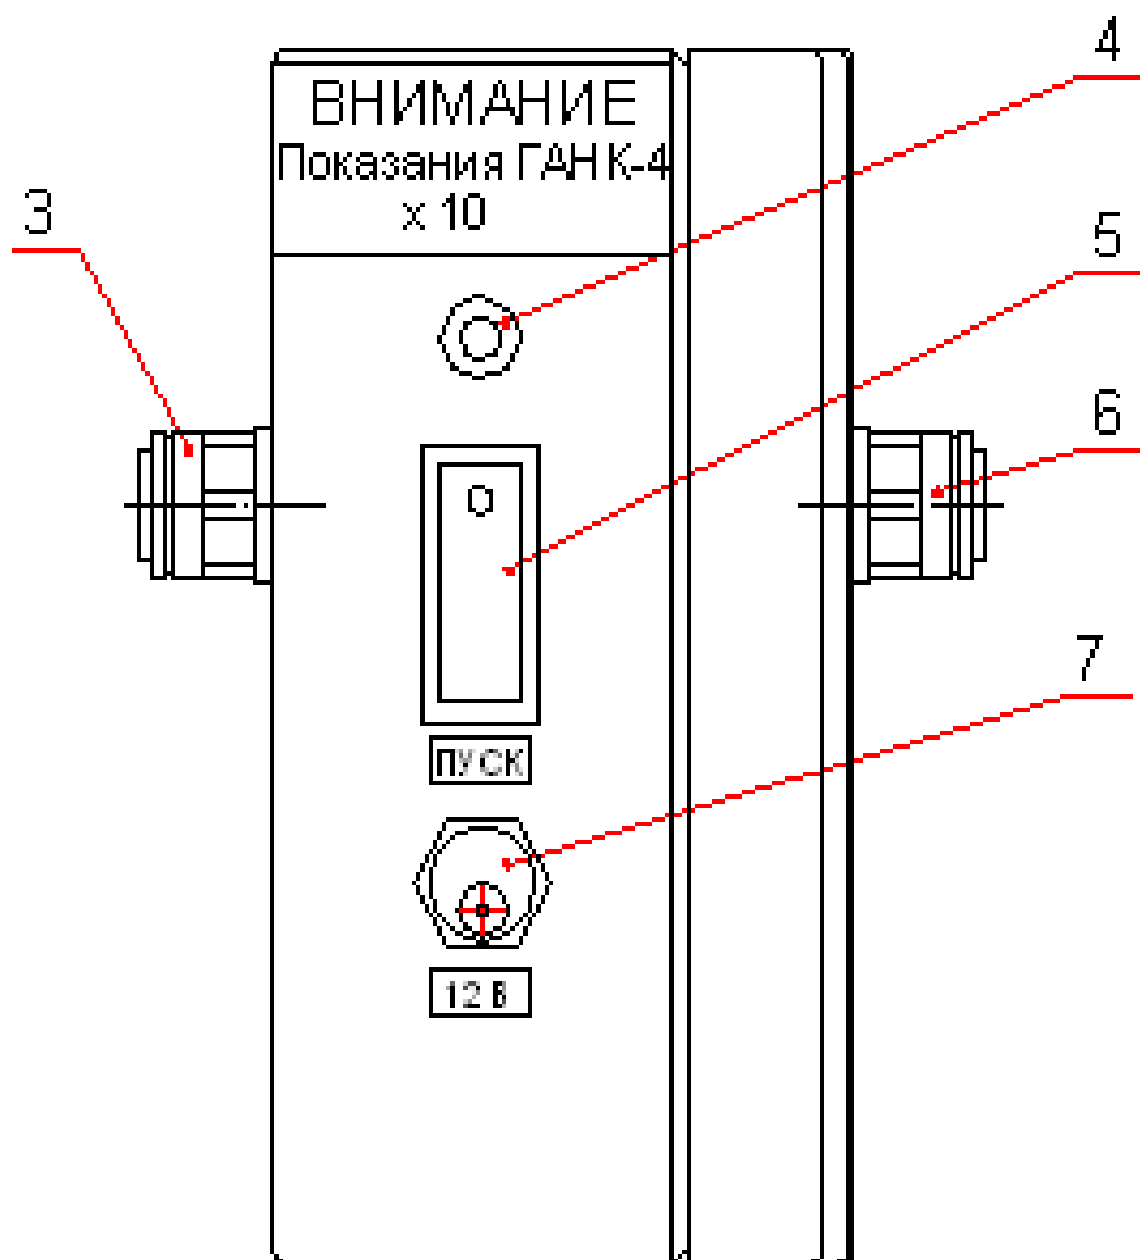

Рисунок 2
6.3 Соединить зонд с трубкой ПВД, входящей в комплект поставки газоанализатора, с штуцером разбавителя «ВХОД» разбавителя (поз.6, рис.2) для забора анализируемой газовой смеси.
6.5 Соединить трубкой длиной 0,5 м, входящей в комплект поставки разбавителя, штуцер «ВХОД» газоанализатора, с штуцером «ВЫХОД» разбавителя (поз.3, рис.2).
7.1 Установить переключатель (поз. 5, рис.2) в положение ВКЛ. При этом должен загореться индикатор (поз.4, рис.2).
7.5 Для зарядки аккумулятора использовать только зарядное устройство из комплекта поставки через разъем «12 В» (поз.7, рис.2). При включении зеленого индикатора зарядного устройства его отсоединить.